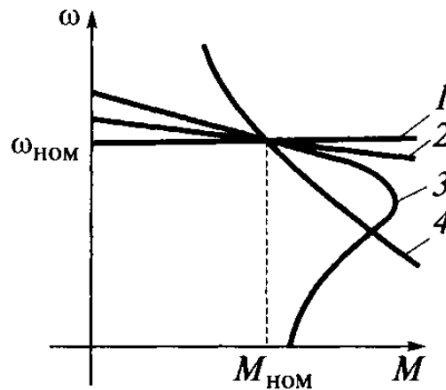

Рис.1. Механические характеристики электродвигателей
- 17 Механическая характеристика асинхронного двигателя приведена на рис. 1 графиком
- 29 Механическая характеристика синхронного двигателя приведена на рис.1 графиком